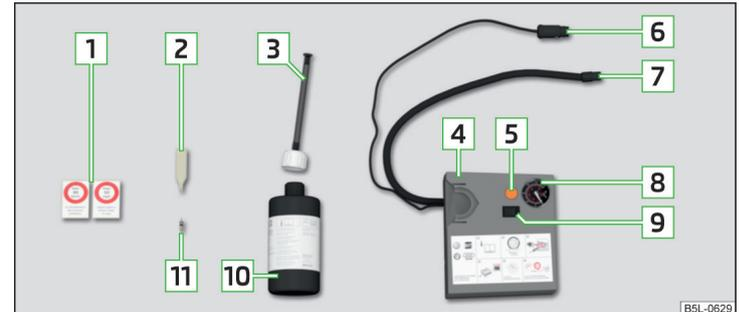

Abb. 170 Pannensetbeschreibung
- Den Ventileinsatzdreher **2** » **Abb. 170 auf Seite 150** auf den Ventileinsatz stecken, sodass der Ventileinsatz in den Schlitz des Ventileinsatzdrehers passt.
- Die Flasche **10** » **Abb. 170 auf Seite 150** einige Male kräftig hin und her schütteln.
- Den Reifenfüllschlauch **7** » **Abb. 170 auf Seite 150** fest auf das Reifenventil schrauben.
- Den entsprechenden Aufkleber **1** » **Abb. 170 auf Seite 150** auf die Schalttafel im Sichtfeld des Fahrers kleben.